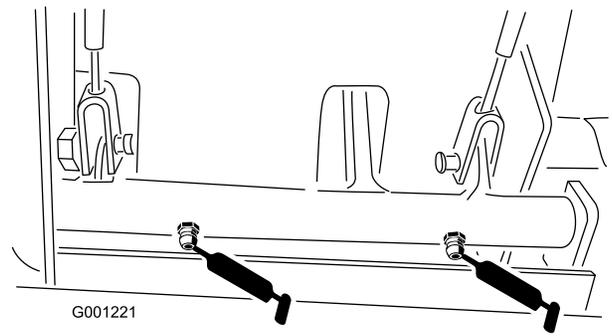

Figura 39
- Cables de freno (extremos de la rueda motriz y del pedal de freno) (Figura 39)